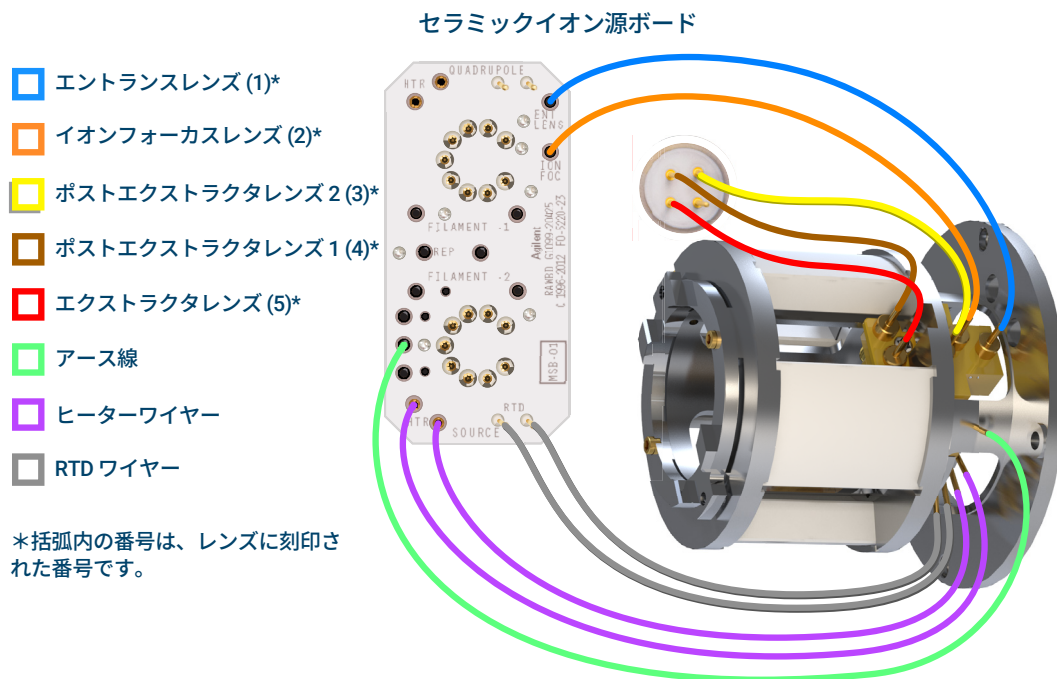

図 71 セラミックイオン源ボード / フィードスルーコネクタと EI HES ラジエータの配線
- 1 ピンセットかラジオペンチを使用して、ラジエータのグリーンのアース線および 5 本のレンズワイヤーを接続、または外します。ケーブルを必要以上に曲げないでください。(図 71 を参照してください)。